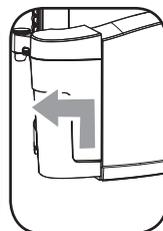

Fig.3
- 3- Pentru a scoate recipientul, ridicați-l și desprindeți-l cu grijă din aparat: acum recipientul poate fi înlăturat (Fig.3).